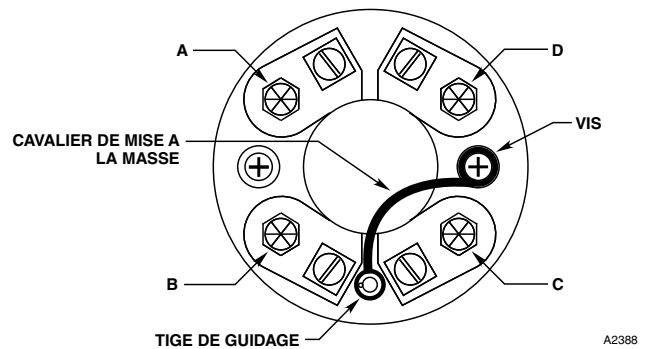

Figure 9—Terminal électrique de la Caméra X7050
4. Déconnecter le câblage existant du côté contrôleur. Connecter le cavalier de mise à la masse entre la nouvelle tige de guidage et la vis de montage du terminal en respectant les instructions. Voir Figure 9.